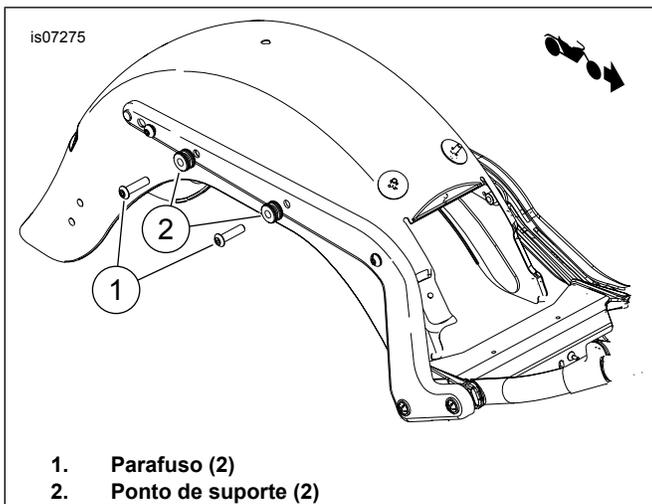

Figura 3. Instalação do ponto de suporte (sem outros acessórios removíveis)
**SEM outros acessórios removíveis:** Veja Figura 3. Insira os parafusos (1) através dos mini pontos de suporte (2). Instale os parafusos no suporte de montagem do suporte do para-lama (dentro do para-lama). Aperte os parafusos com torque de 28–36 N·m (21–27 ft-lbs).